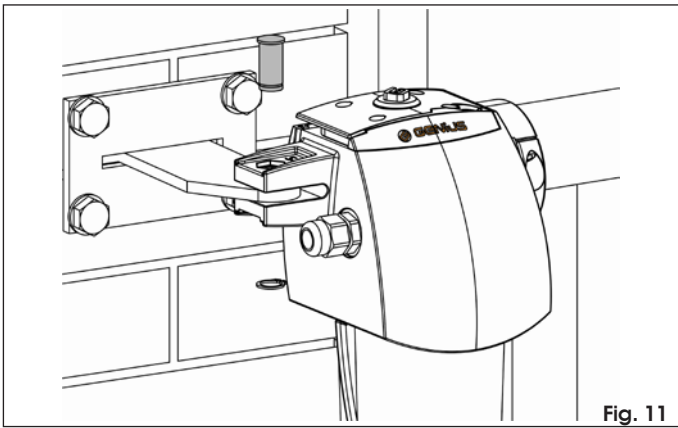

Fig. 11
2. Fissare l'operatore alla staffa posteriore appena fissata utilizzando i perni e gli anelli elastici in dotazione (Fig. 11).